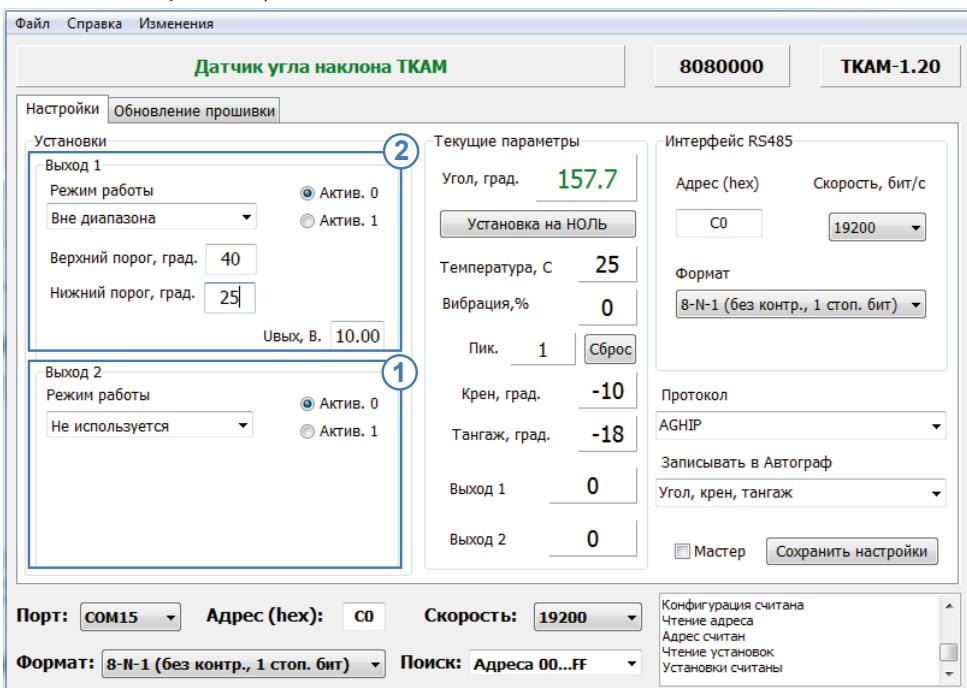

Рис.8. Настройка режима «Вне диапазона» и отключение выходов.
**Не используется (Рис.8, п.1).** Функционал выхода не используется. Для данного режима может быть выбрано состояние выхода: Актив. 0 – на выходе всегда уровень логического 0, Актив. 1 – на выходе всегда уровень логической 1.
**Вне диапазона (Рис.8, п.2).** Данный режим предназначен для мониторинга превышения допустимых значений угла наклона механизмом, на котором установлен датчик. В этом режиме как только значение угла превышает верхний порог или становится меньше нижнего порога, выход датчика устанавливается в активное состояние.